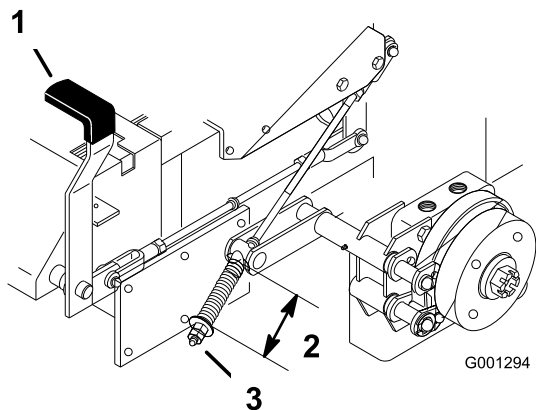

Figure 82
3. Mesurez la longueur du ressort (Figure 82).
4. Si un réglage est requis, desserrez le frein de stationnement, desserrez l'écrou de blocage situé sous le ressort et réglez l'écrou directement au-dessous du ressort (Figure 82).